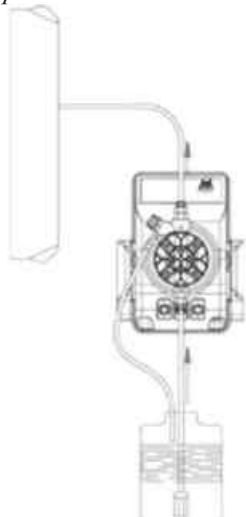
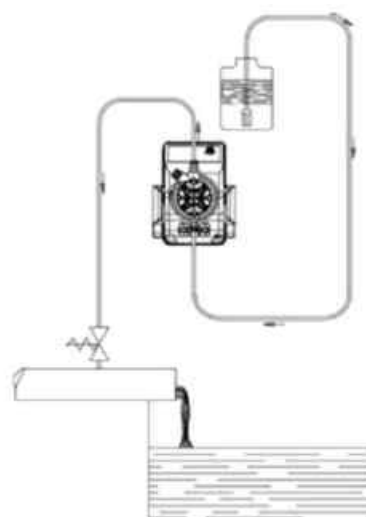

Рис. 5
Рис. 6
- c.-** Насос располагать так, как показано на Рис. 5, учитывая, что его разрешается устанавливать или ниже, или выше уровня жидкости для дозирования, при этом разница уровней не должна превышать 2 метра. Если технологическая установка, в которой монтируют насос, работает при атмосферном давлении (без обратного давления), а бак с химикатами расположен над установкой (Рис. 6), необходимо проверять состояние клапана впрыска с регулярными интервалами, так как чрезмерный износ способен вызывать просачивание добавок в установку, даже если работа насоса прекращена. При постоянном наличии такой проблемы необходимо провести надлежащую калибровку клапана противодействия (C), установленного между точкой впрыска и самим клапаном. Если такие жидкости производят агрессивные пары, запрещается устанавливать насос над баком хранения, если только последний не изолирован герметично.